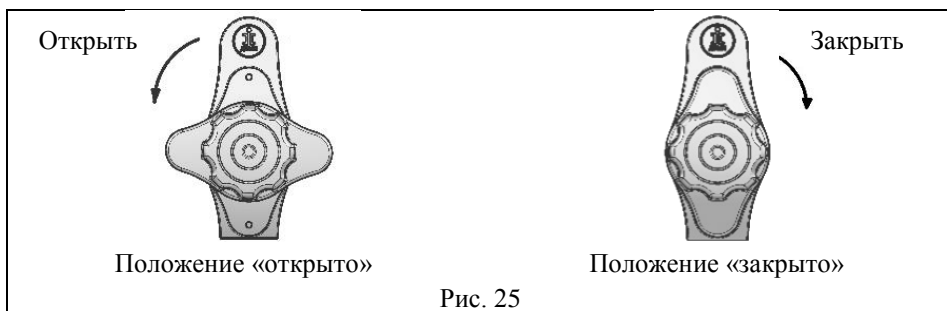

Рис. 25
- повернуть корпус фиксатора на замке стойки против часовой стрелки в положение «открыто» (см. рис. 25);
- опустить основание стола до упора, повернуть корпус фиксатора по часовой стрелке в положение «закрыто» (см. рис. 25).